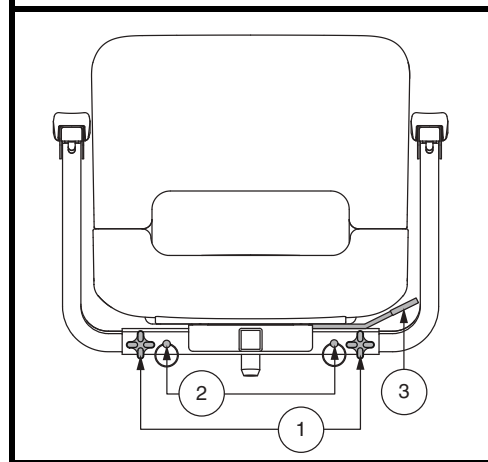

Figura 15. Regolazioni del sedile - Stile A
1. Allentare le manopole di regolazione del bracciolo. Vedere figura 15.